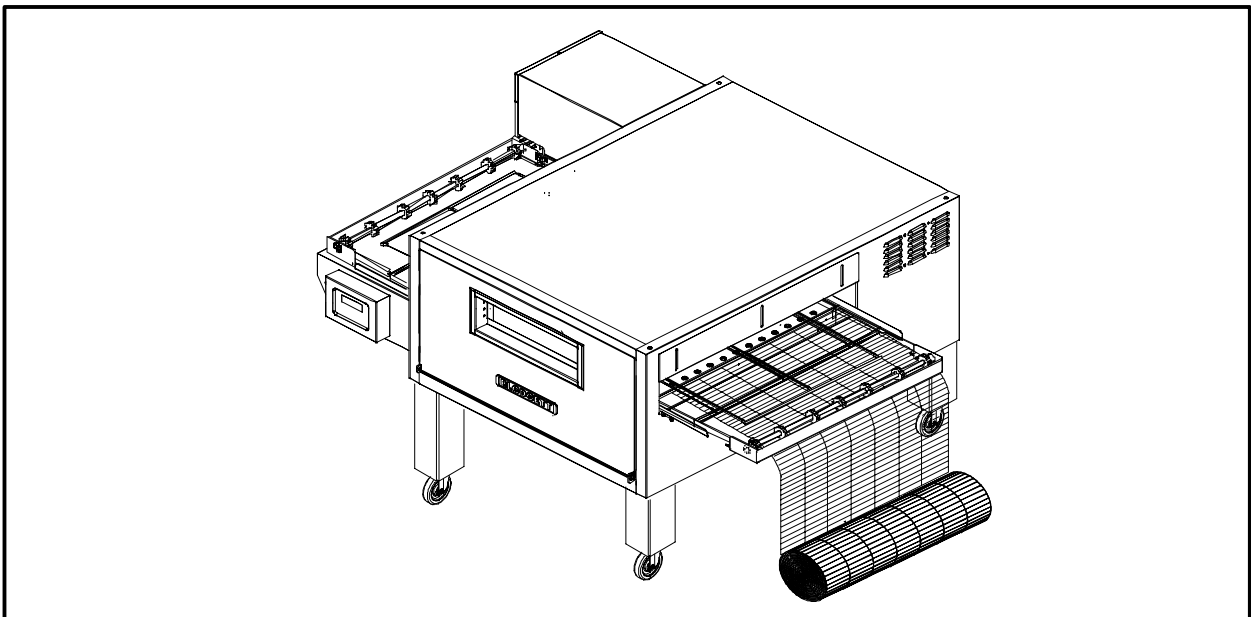

Figura 11
1. Arme la banda transportadora desde el lado derecho del horno. Las varillas de la banda tienen ganchos en sus dos extremos. La banda debe moverse con los ganchos de espaldas al sentido de avance, para no dañarse. Véase en la Figura 11 la orientación correcta de la banda transportadora.